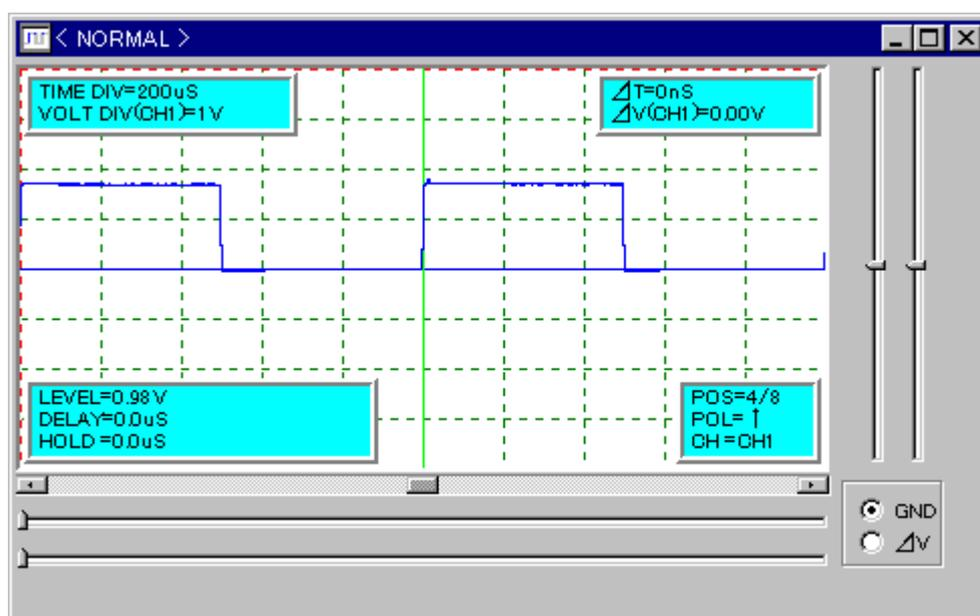

図 3-7
4. ディスプレイウインドウを見ながら、プロブのトリマを回し、方形波が平坦(図3-7)になるように調整します。下図は補償不足の場合です。